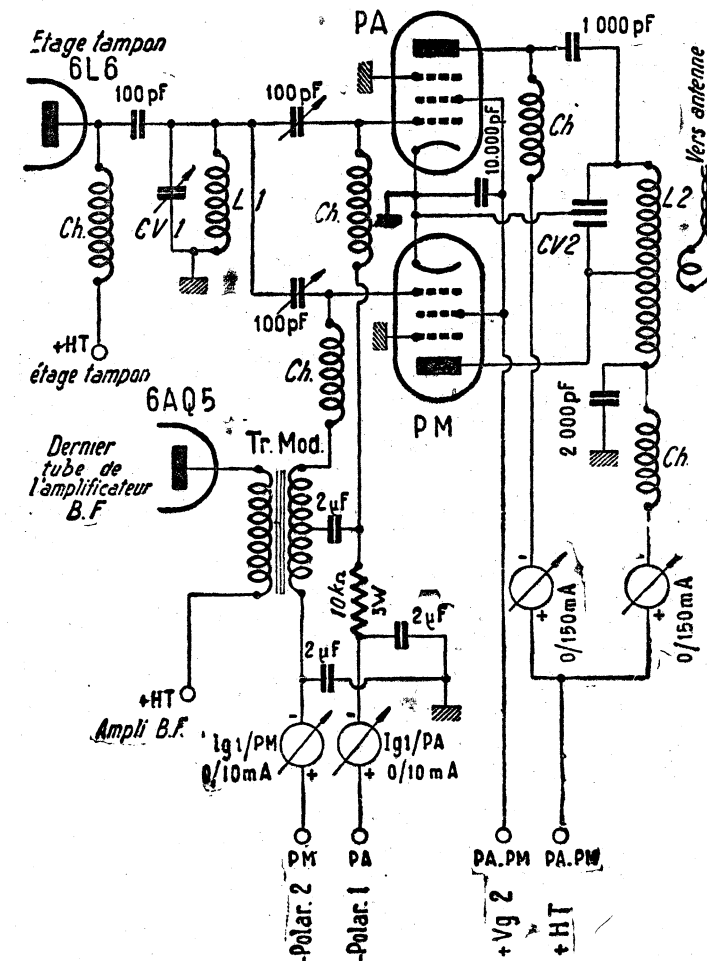

Figure 2.
H.F. modulé par le procédé est donné sur la figure 2.
On voit également, sur la figure 2 que le circuit accordé anodique de sortie L.C.V. est commun aux tubes PA et PM; un condensateur variable divisé (split stator) est nécessaire et l'anode de PM aboutit à une prise sensiblement médiane de la bobine L_a.